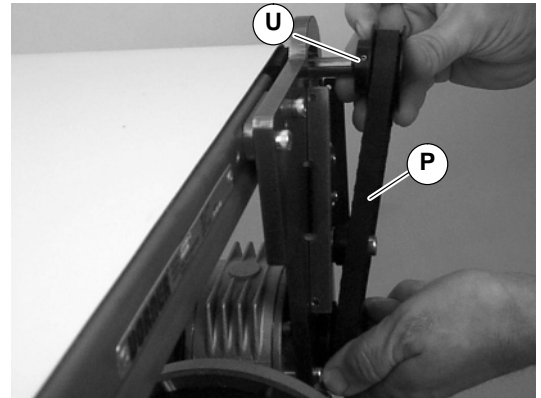

Abbildung 13
3. Zahnriemen (P siehe Abbildung 13) entfernen.
**HINWEIS:** Falls der Zahnriemen nicht über die Zahnscheibenflanke gleitet, die Madenschrauben der Abtriebszahnscheibe (U siehe Abbildung 13) lösen, und Zahnscheibe samt Riemen abnehmen (P). Für erneute Installation siehe Schritte 6 und 7 auf Seite 6.